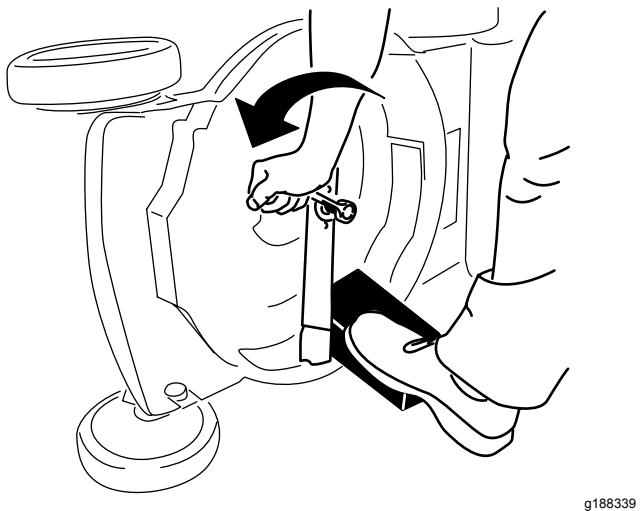

Figure 26
- Immobilisez la lame avec un morceau de bois (Figure 26).
- Déposez la lame mais ne jetez pas les fixations (Figure 26).